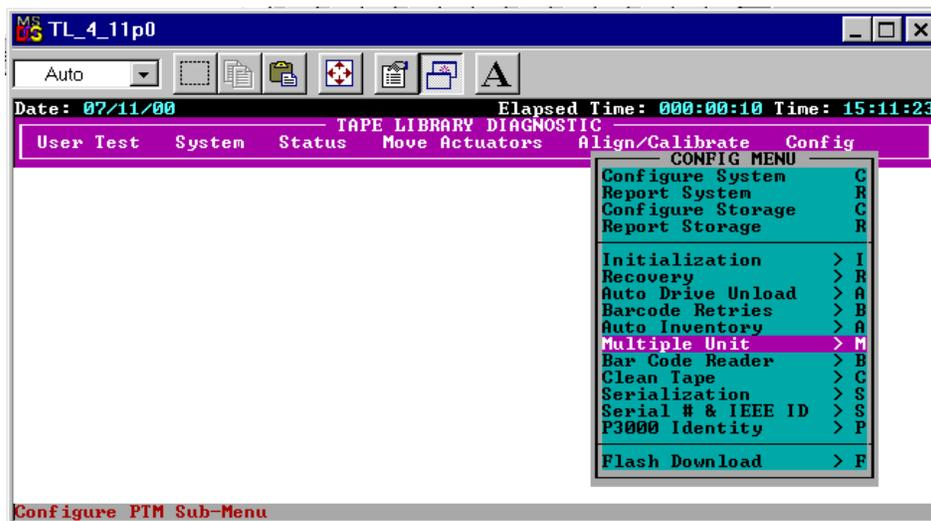

Abbildung 3-12. Menü *Multi-Unit Configuration* (Multi-Unit-Konfiguration)
2. Wählen Sie im Menü *Config* (Konfiguration) den Befehl *Multiple Unit* (mehrere Einheiten) (siehe Abbildung 3-12).